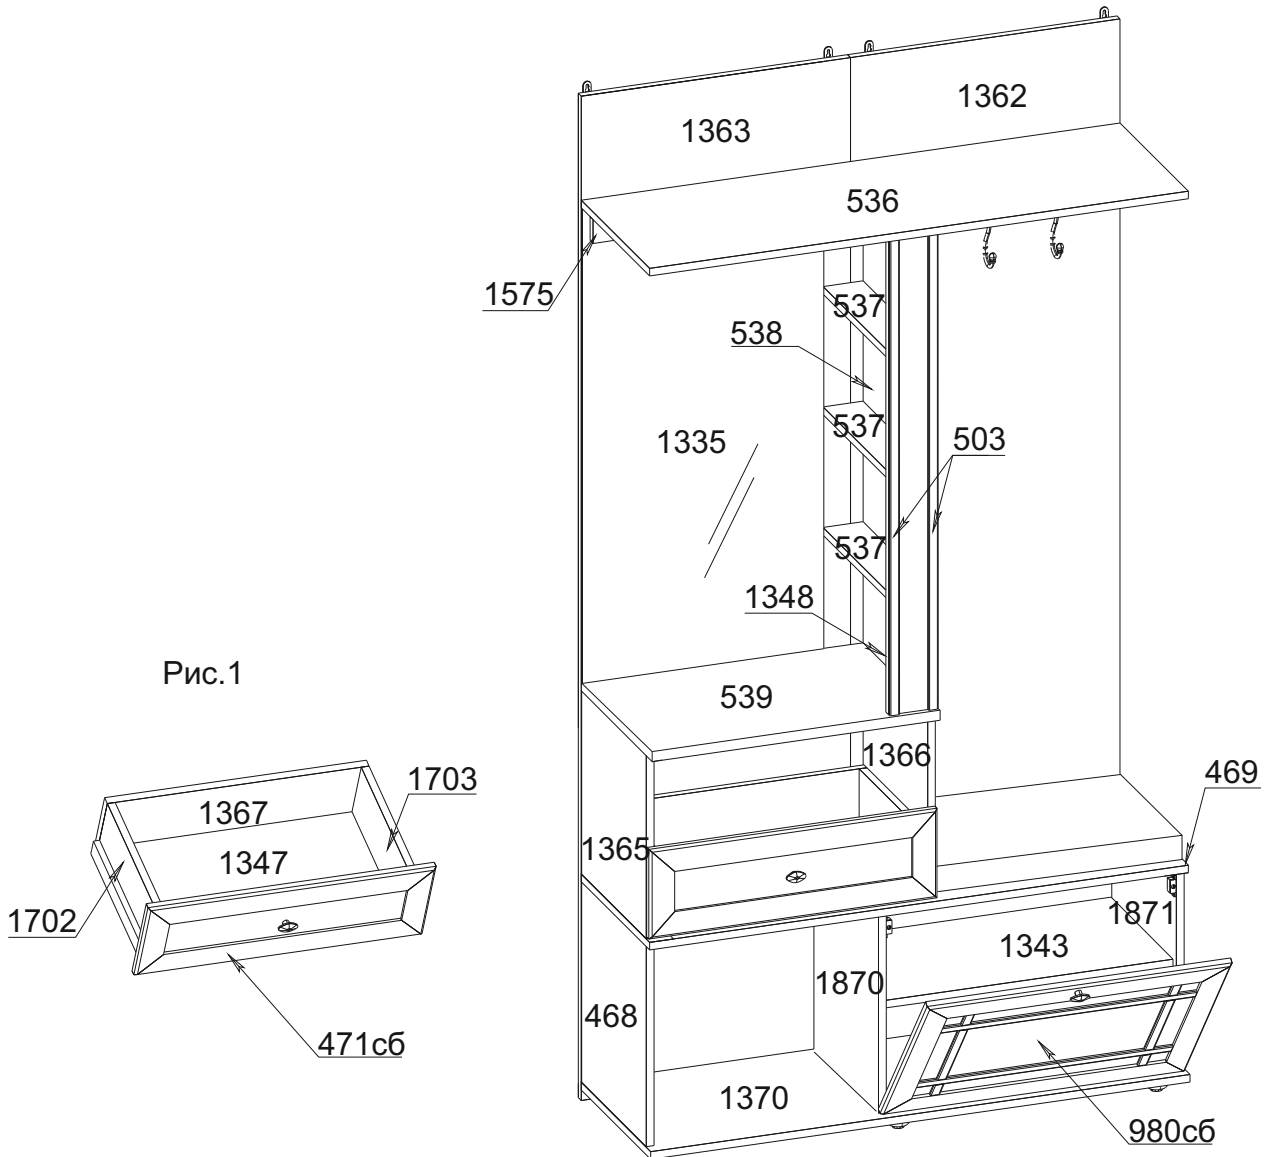

Рис. 1
2. Sherlock 70 можно собрать в 2-х исполнениях (см. Рис.1. и Рис.5).